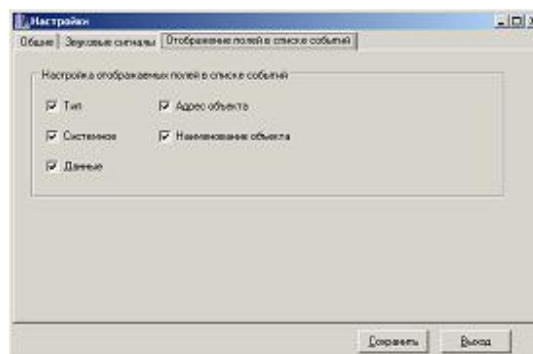

Рисунок 122
5.12.4 При входе в закладку «Отображение полей в списке событий» (рисунок 122) программа позволяет убрать ряд полей окна выдачи информационных сообщений, однако основные поля – «пароль», «вид» и «дата/время» всегда не остаются.